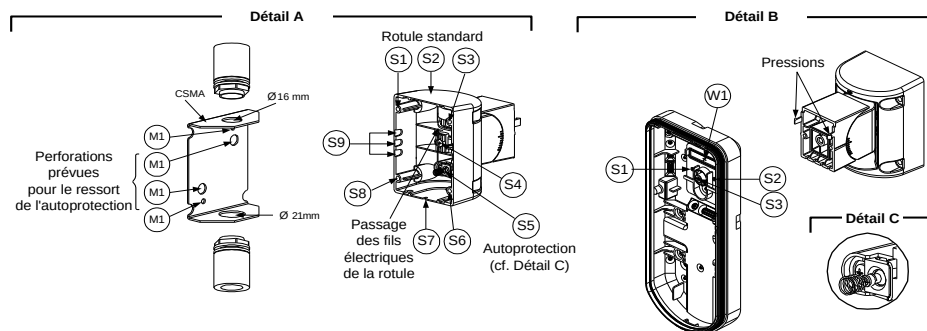

Figure 7
3. Percez les entrées pré-perçées du socle externe (Figure 7, Détail B)
4. Retirez de la rotule la pastille requise pour son branchement électrique S2, S7 ou S9 (Figure 7, Détail A).
5. Retirez l'autoprotection arrière du socle interne (cf. § "Changement de position de l'Autoprotection arrière") et reliez-la au point S5 (Figure 7, Détail A) de la rotule standard.
- a. Introduisez les fils électriques externes à travers les pastilles pré-perçées S2, S7 ou S9 et faites-les ressortir (y compris les fils de l'autoprotection) par le passage de la rotule prévu à cet effet (Figure 7, Détail B).
(à l'aide de l'adaptateur rotule métallique pour conduit - CSMA) (Figure 7, Détail A)
- d. Insérez les câbles externes et les fils électriques de l'autoprotection en partant du conduit et en passant par le passage de la rotule prévu à cet effet (Figure 7, Détail A).
Le ressort de l'autoprotection S5 (figure 7) doit toucher le mur à travers les entrées prévues à cet effet M2 ou M3 dans le CSMA. Assurez-vous d'entendre un "clac" venant de l'autoprotection lorsque vous l'accrochez au mur.
7. Insérez les fils électriques de l'autoprotection ainsi que les câbles externes en partant de la rotule standard et en passant par la pastille pré-percées W1 du socle externe (Figure 7, Détail B).